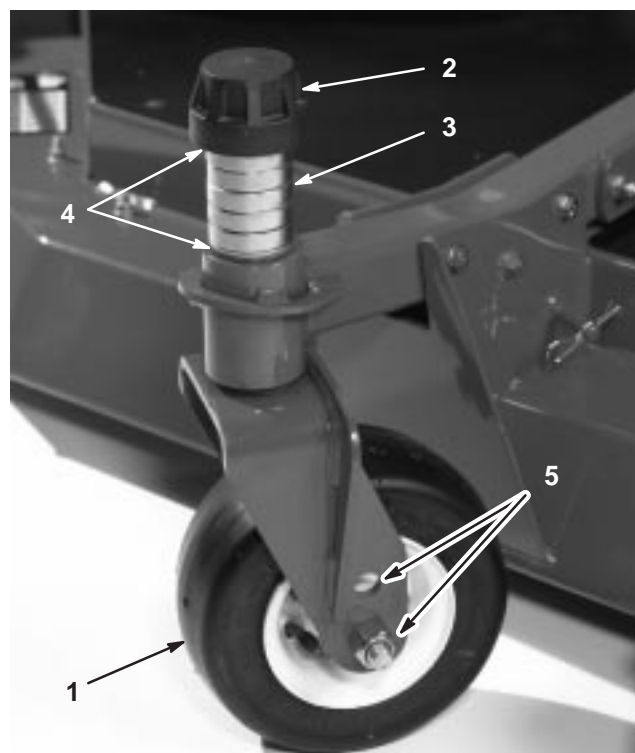

Figure 10
3. Enlevez le chapeau de tension de l'axe de pivot (Fig. 10) et sortez l'axe du bras pivotant. Remplacez les 2 cales (3 mm) sur l'axe de pivot comme à l'origine. Elles sont requises pour que les plateaux de coupe soient parfaitement de niveau sur toute la largeur. Placez le nombre requis d'entretoises de 1,25 mm (voir la table ci-dessous) sur l'axe de pivot pour obtenir la hauteur de coupe voulue, puis ajoutez la rondelle.